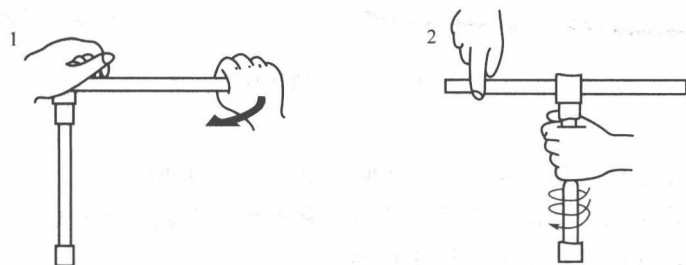

图 1-2-15 滑杆的使用方法
(2) 作用 滑杆是与套筒配套使用的专业手柄之一，通过调节滑动方榫在滑动手柄上的位置，可以实现 L 形扳手和 T 形扳手的结构，并实现与之相同的功能。
(3) 使用方法 通过滑动方榫部分，滑杆可以有两种使用方法，如图 1-2-15 所示。将方榫调整到滑动手柄的一端，形成 L 形结构，从而增加力矩，达到拆卸或紧固螺栓的目的，与 L 形扳手类似。将方榫调整到滑动手柄的中部位置，形成 T 形结构，两只手同时用力，可以增加拆卸速度，但需要较大的工作空间。